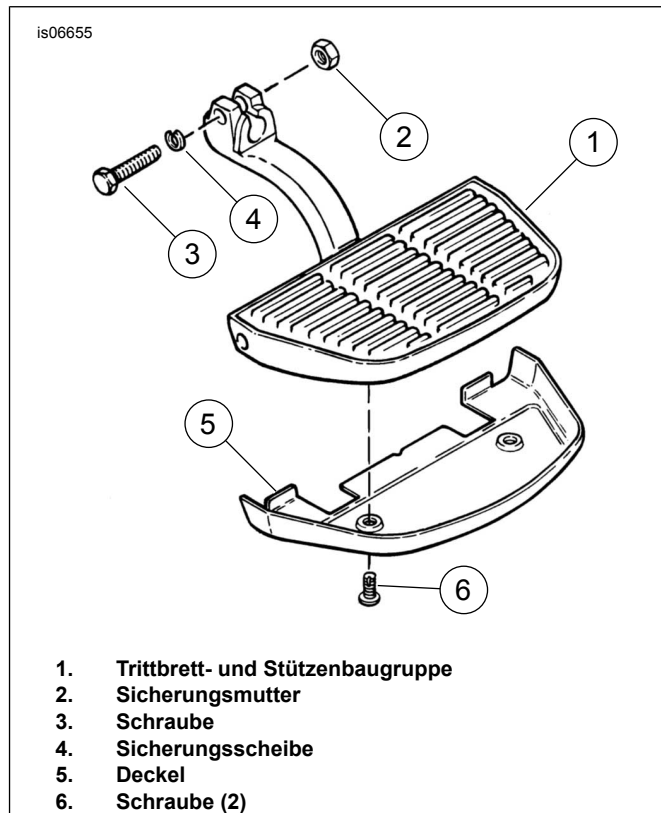
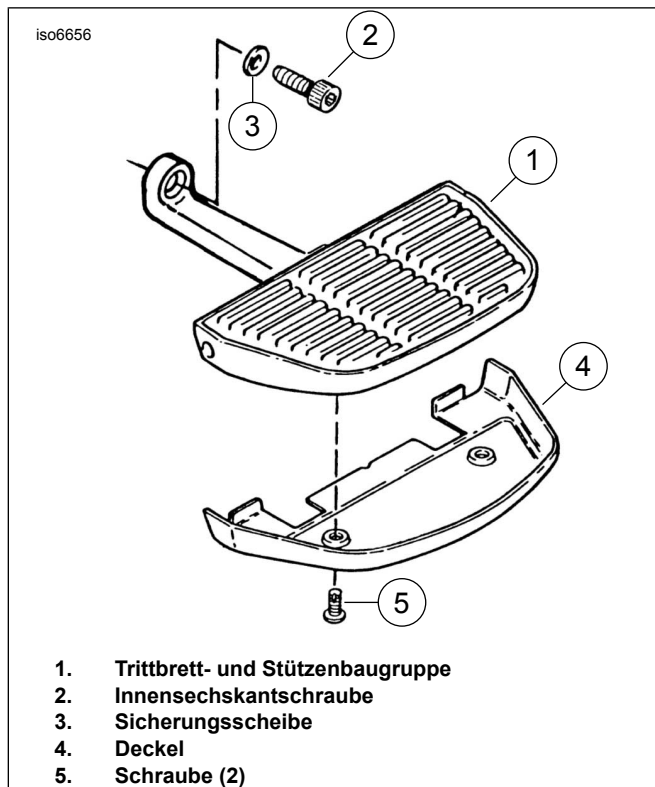

Abbildung 1. Soziustrittbrettbaugruppe - Modelle bis 1992 und Trittbretter aus dem Zubehörprogramm:
Abbildung 2. Soziustrittbrettbaugruppe - Touring-Modelle ab 1993
- a. **Modelle bis 1992 und Trittbretter aus dem Zubehörprogramm:** Siehe Abbildung 1. Jedes Soziustrittbrett und die dazugehörige Stützenbaugruppe (1) von den Befestigungsbolzen am Motorrad entfernen. Je nach Art der Trittbrettstütze ist dazu entweder der Ausbau der Sicherungsmutter (2) und der Schraube (3) oder der Ausbau der Schraube (3) und der Sicherungsscheibe (4) aus der geteilten Nabe der Trittbrettstütze erforderlich. Alle Befestigungsteile zum Wiedereinbau aufbewahren.
- b. **Touring-Modelle ab 1993:** Siehe Abbildung 2. Jedes Soziustrittbrett und die dazugehörige Stützenbaugruppe (1) von den Befestigungsbolzen am Motorrad entfernen. Dazu ist der Ausbau der Inbusschraube (2) und der Sicherungsscheibe (3) aus der Trittbrettstütze erforderlich. Alle Befestigungsteile zum Wiedereinbau aufbewahren.
3. Siehe Abbildung 1 und Abbildung 2. Eventuell bereits auf den Trittbrettern installierte Abdeckungen entfernen.